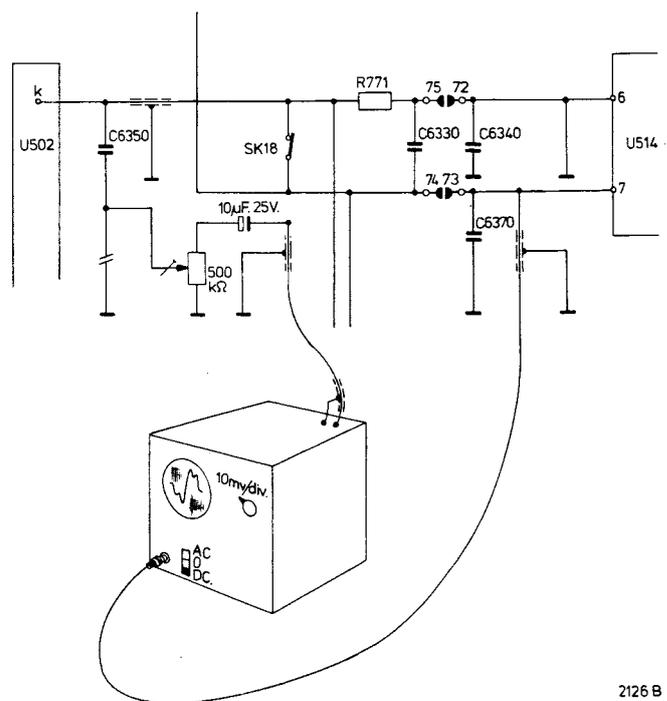

Fig. 8
- Mache die in Abb. 8 gezeichnete Messanordnung.
- Verbinde den Schleifer vom $500\text{-k}\Omega$ -Potentiometer (Abb. 8) mit dem abgelöteten Anschlussdraht von C6350.